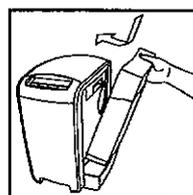

Fig. 36
- Remettez ensuite le réservoir dans le plateau du laveur d'air (fig. 36).